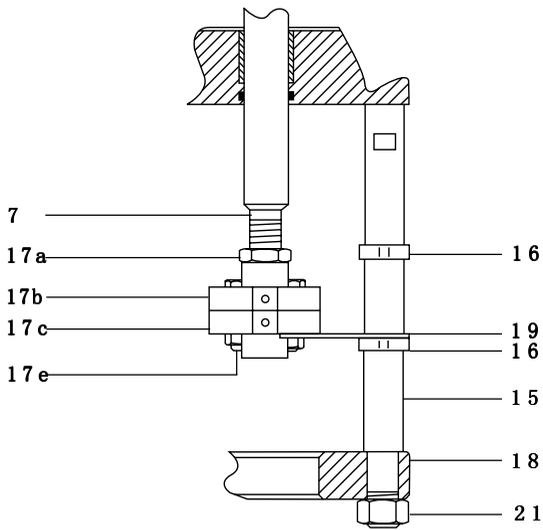

图 5
3.2 PN5700弹簧伸张型执行器（参考图5和6）
3.3 PN6700弹簧回缩型执行器（参考图5和6）
4.1 从控制阀上拆下执行器（参考图5和6）